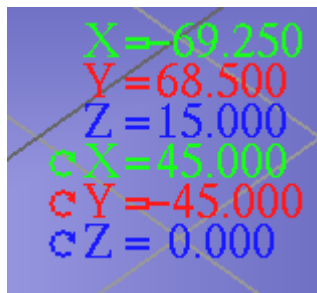

Рис. 1.3.19: Координаты и углы поворота
10. Показать или скрыть углы вида. Настройка, определяющая, показывать или скрывать углы вида. Они отображаются под координатами. Углы вида показывают, на сколько повернуто изображение и под каким углом (рисунок 1.3.19). По умолчанию отображение углов вида отключено.